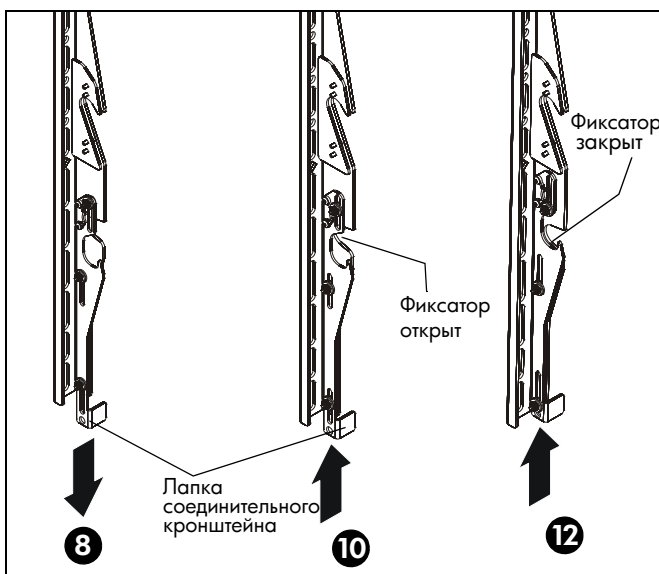

рис. 10
8. Оттяните вниз до упора лапку соединительного кронштейна, чтобы перекрыть нижнее монтажное отверстие. (См. рис. 10)
12. Чтобы прикрепить соединительные кронштейны к системе крепления, поднимите лапки соединительных кронштейнов до упора. (См. рис. 10)